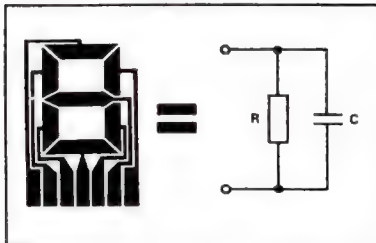

Bild 3. Das Ersatzschaltbild für LCDs: Widerstand und Kondensator parallel.
Wenn ein Sender nicht nur an- oder abgeschaltet wird, sondern die Sendeleistung wird verringert oder erhöht, spricht man von Modulation. Die Sendeleistung kann beispielsweise mit einer Niederfrequenz (NF) gesteuert werden. Genau wird dieses Verfahren Amplitudenmodulation (AM) genannt. Dargestellt ist die AM in Bild 3. So sieht die AM auch auf einem Oszilloskop aus.
Bild 3. So sieht eine amplitudenmodulierte Hochfrequenz auf dem Oszilloskop aus. Die Umhüllende ist eine gedachte Linie und bei hoher Zeitauflösung nicht wirklich sichtbar.